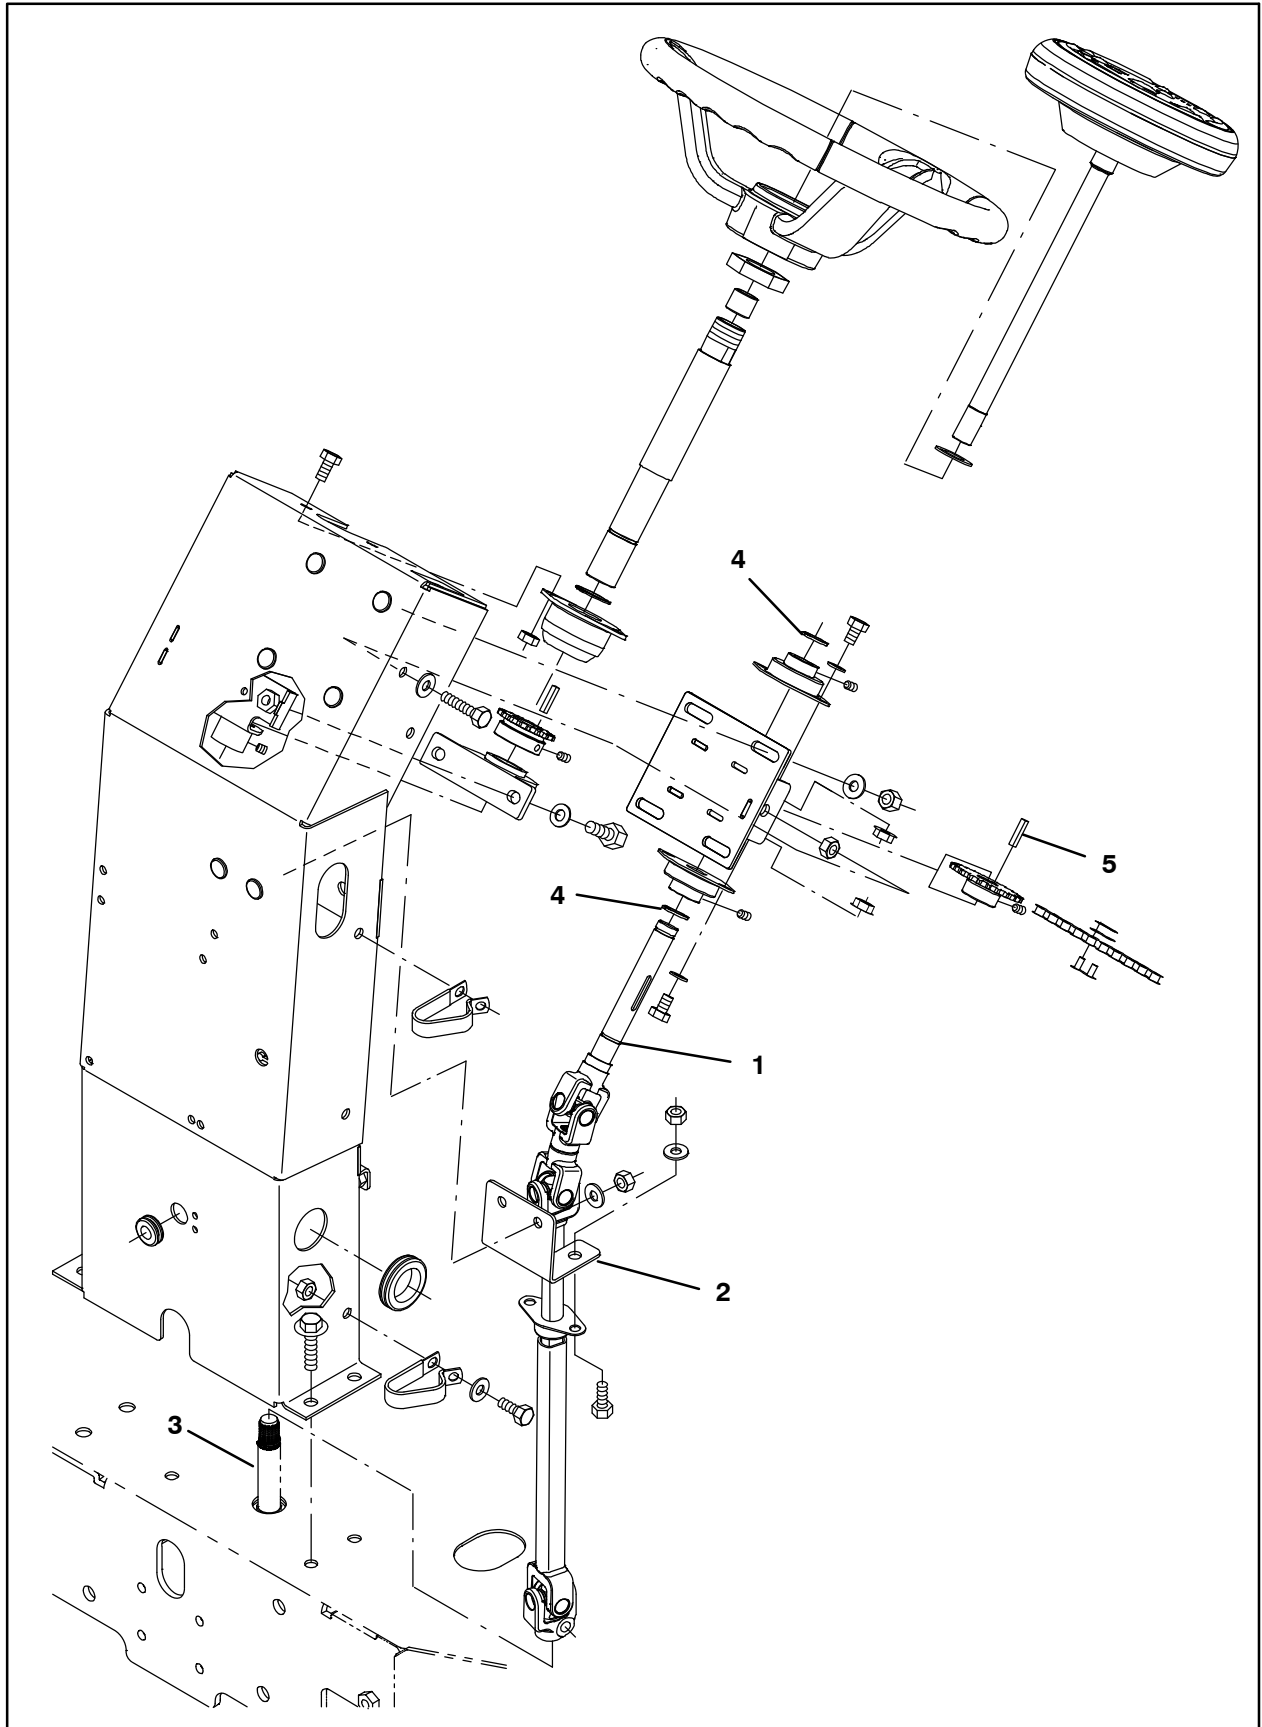

AFB. 65
34. Zet de draadboom met een kabelbinder vast op de bovenste dwarsbalk van het stuurkanaal van de stuuras. (Afb. 65)